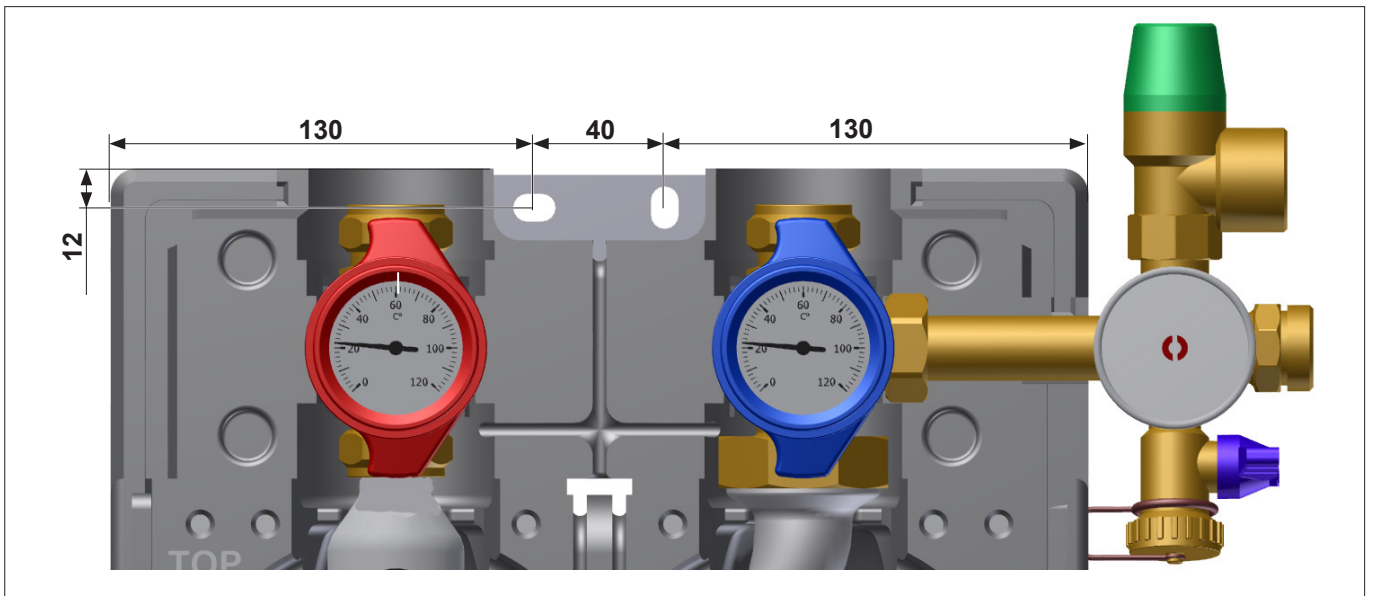
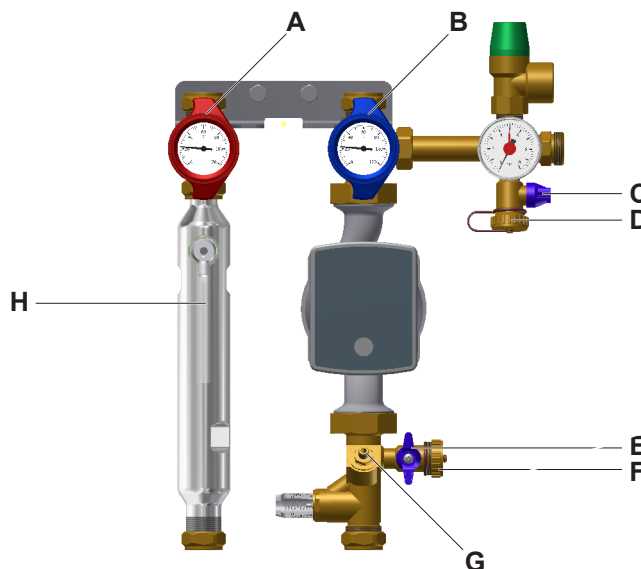

Fig. 5: Dimensiones de agujeros [mm]
Fig. 7: Conexiones de llenado y lavado
- Abrir la válvula de bola (pos. C, vea Fig. 7 en página 12) en la entrada.
- Abrir la válvula de bola de entrada (válvula multifuncional, pos. A, vea Fig. 7 en página 12) girando la empuñadura de termómetro (vea „Fig. 5: Posiciones de la empuñadura de termómetro“ en página 14).
- Cerrar la válvula de bola de retorno (válvula multifuncional, pos. B, vea Fig. 7 en página 12) girando la empuñadura de termómetro (vea „Fig. 5: Posiciones de la empuñadura de termómetro“ en página 14)
Válvula multifuncional de entrada y retorno (válvula multifuncional, pos. B, vea Fig. 7 en página 12) si es necesario puede estar abierta a 45° (posición de vaciado, vea Fig. 7 en página 12).
- Abrir la válvula de regulación/interceptación (pos. G, vea Fig. 7 en página 12).
- Durante el proceso de lavado y llenado, abrir 2-3 veces la válvula de bola de retorno (válvula multifuncional, pos. B, vea Fig. 7 en página 12) para sacar el aire de la bomba de circulación.
- Cerrar la válvula de llenado y vaciado (pos. E, vea Fig. 7 en página 12).
- Cerrar la válvula de llenado y vaciado (pos. C, vea Fig. 7 en página 12).
- Abrir la válvula de bola de retorno (válvula multifuncional, pos. B, vea Fig. 7 en página 12) girando la empuñadura de termómetro (vea „Fig. 5: Posiciones de la empuñadura de termómetro“ en página 14).
- Retirar el tubo de llenado (tubo flexible) de la bomba de lavado y carga externa de la entrada (pos. C, vea Fig. 7 en página 12), el tubo de lavado de retorno (pos. F, vea Fig. 7 en página 12) de la válvula de seguridad y enroscar las tapas de cierre de las juntas.
- Abrir completamente las válvulas de bola de entrada y retorno (válvulas multifuncionales, pos. A+B, vea Fig. 7 en página 12)